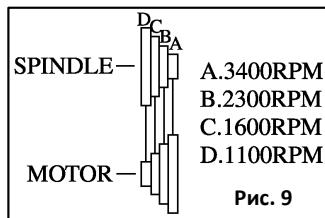

Рис. 9
4.2.2. Выбрать необходимую частоту вращения шпинделя и перестановить клиноременную передачу см. рис. 9.